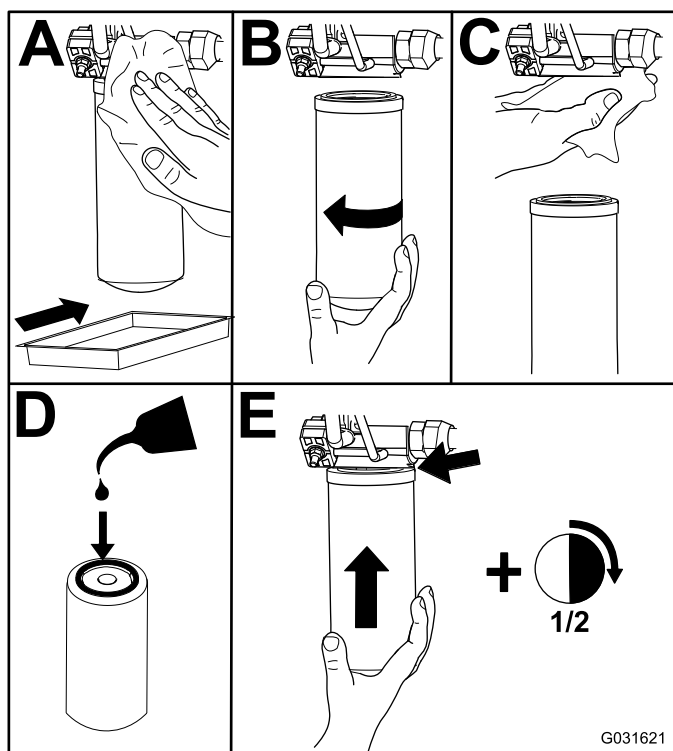

Figure 73
2. Remplacez les filtres hydrauliques (Figure 73).